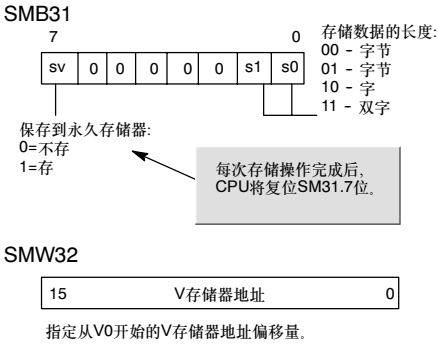

图4-16 SMB31和SMW32
特殊存储器字节31（SMB31）命令S7-200将V存储区中的某个值复制到永久存储器的V存储区。特殊存储器字32（SMW32）中存储所要复制数据的地址。图4-16给出了SMB31和SMW32的格式。
- 2. 将数据长度装载入SM31.0和SM31.1，如图4-16所示。